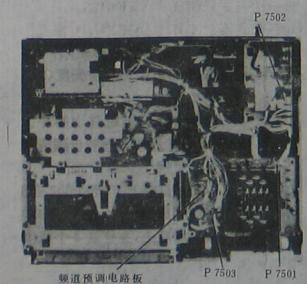

图 1-12 拆卸频道预调电路板 (1)
(1) 拆卸下顶盖、底板和前面板 (请参看本节“具体拆卸步骤”中的 1、2、3 项)。
(2) 参看图 1-12, 从频道预调电路板上脱开接线器 P7501 和 P7503, 并从电源电路板上脱开接线器 P7502。